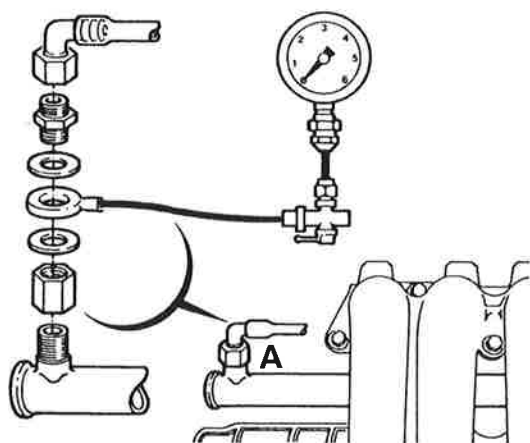

Fig. 1
- Brancher le manomètre de mesure sur le raccord d'arrivée de carburant (1) (Fig. 1).